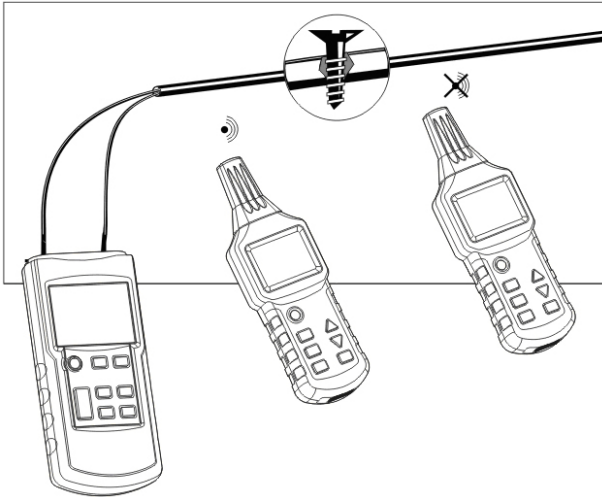

Abb.20
- Schließen Sie den Sender gemäß Abb. 20 an.